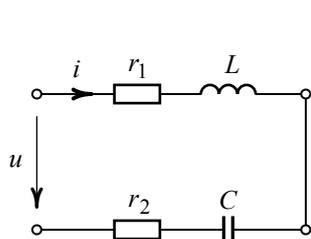
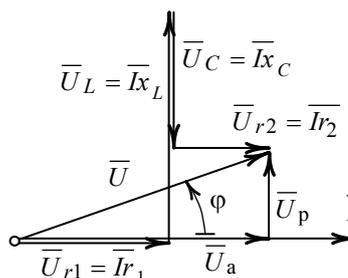

Рис. 2.1
Рис. 2.2
Определить действующее и мгновенное значения тока в последовательной цепи, схема которой приведена на рис. 2.1 для двух значений частот питающего источника $f = 50$ Гц и $f = 100$ Гц, если $u = 127\sqrt{2} \sin \omega t$ В, $r_1 = 20$ Ом, $r_2 = 30$ Ом, $L = 0,12$ Гн, $C = 130$ мкФ.
3. Качественная (не в масштабе) векторная диаграмма цепи (рис. 2.1) для действующих значений тока и напряжений приведена на рис. 2.2.
4. Из треугольника напряжений (рис. 2.2) следует значение напряжения, приложенного к цепи:
6. Из диаграммы (рис. 2.2) установим угол сдвига фаз между напряжением на входе цепи и током: